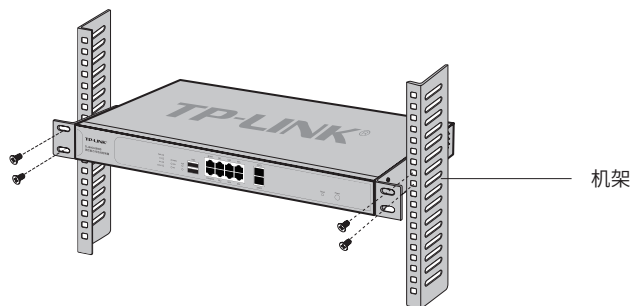

图2-2 机架安装示意图
4. 用螺钉将L型支架固定在机架两端固定的导槽上，确保无线控制器稳定、水平地安装在机架上，如图2-2所示。